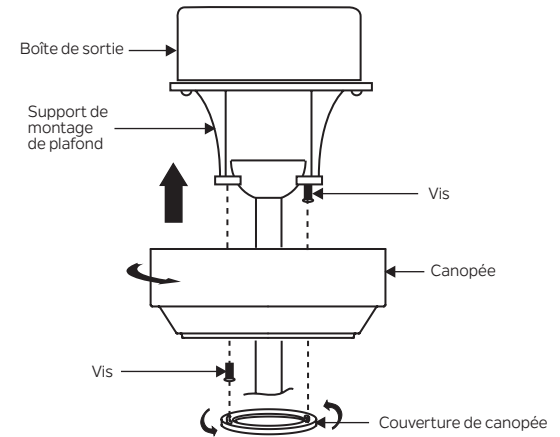

Fig. 15
**Étape 2.** Faites glisser la verrière jusqu'au support de montage et placez l'une des fentes de trou de clé au-dessus de la vis de montage sur le support de montage. Faites pivoter la verrière jusqu'à ce que la tête de vis se verrouille en place à la section étroite du trou de clé. Voir figure 15.
**NOTE:** Ajuster les vis de la canopée au besoin jusqu'à ce que la verrière et le couvert forestier soient bien ajustés. (Fig. 15)